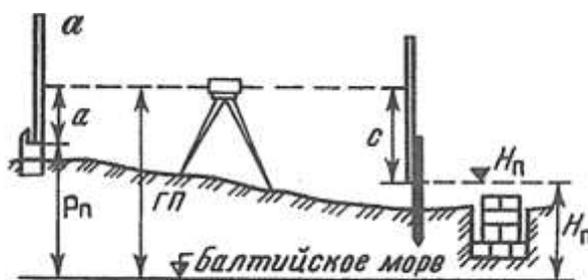

Рис. 1. Схема разбивки и контрольных высот фундамента
5. Выставьте проектную высоту верха фундамента на обноске (рис. 1), если высота репера $P_n = 23,514$, отсчет по рейке $a = 0931$, проектная высота фундамента $H_n = 22,106$.